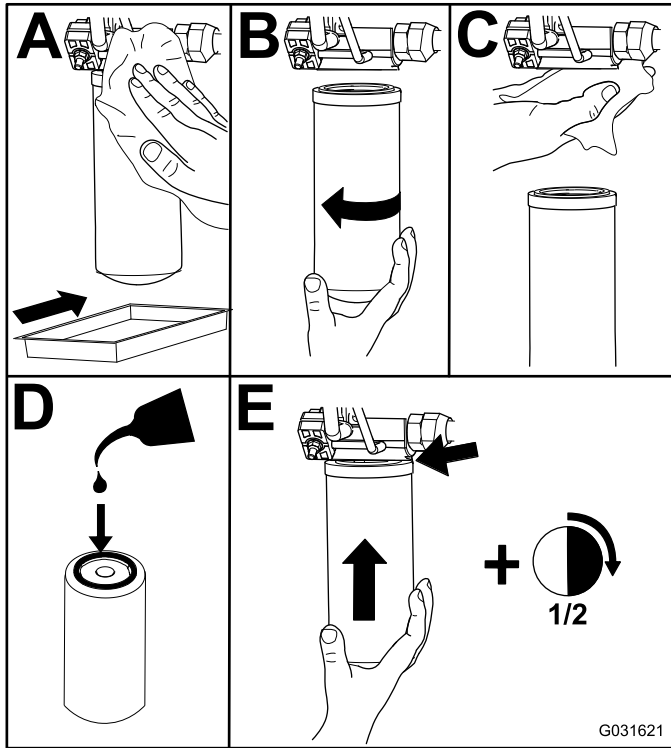

Figure 84
2. Remplacez le filtre hydraulique de charge au niveau du compartiment de levage hydraulique, comme montré à la Figure 84.
4. Reposez le filtre de retour sur le côté droit de la machine (Figure 84).